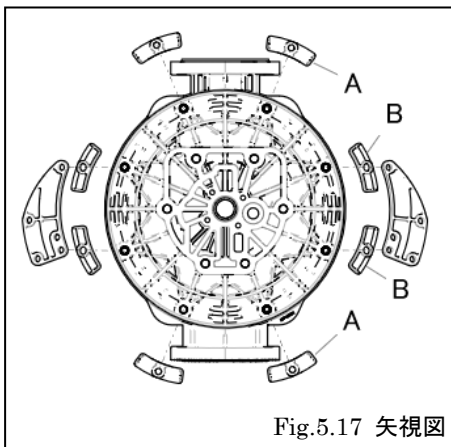

Fig.5.17 矢視図
- ・ アウトチャンバーの向きは Fig.5.17 が標準ですが、設置状況に合わせて任意の向きに取り付けできます。